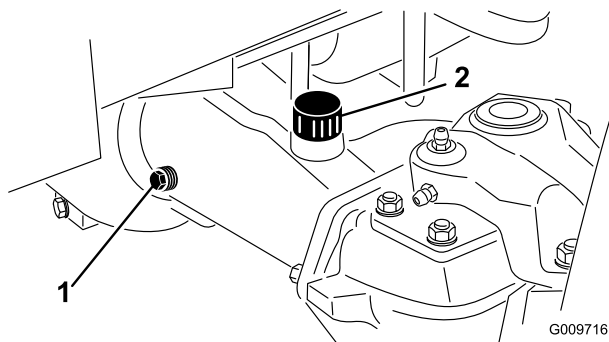

Figure 66
- Retirez un bouchon de contrôle (Figure 66) à une extrémité du pont et vérifiez si le lubrifiant atteint le bas du trou. Si le niveau est bas, retirez le bouchon de remplissage (Figure 66) et ajoutez une quantité de lubrifiant suffisante pour rectifier le niveau.